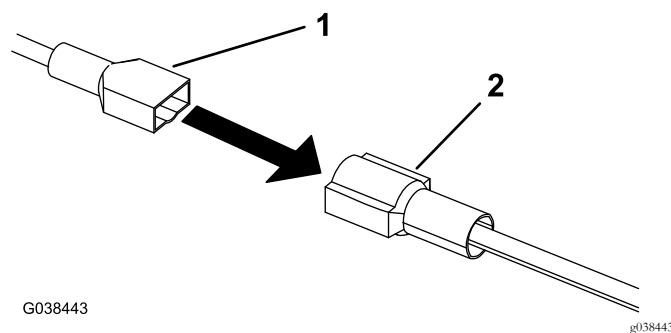

Figure 13
3. Branchez une cosse plate à 1 des fils rouges libres du porte-fusibles (Figure 13).